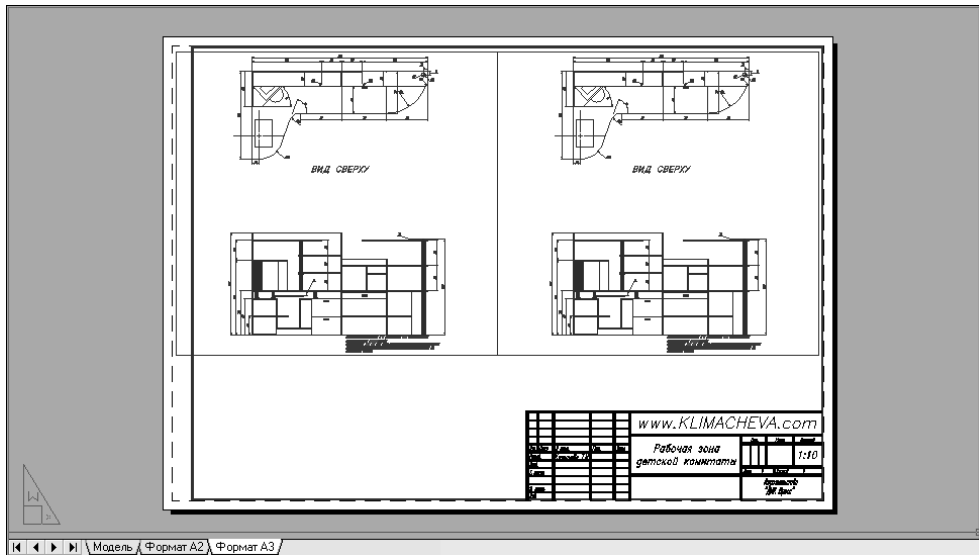

Рис. 13.25 ▼ Рамка и основная надпись листа компоновки **Формат А3**
4. Перейдите на лист **Формат A2** и удостоверьтесь в том, что включен режим **ЛИСТ** (PAPER). Если это не так, переключитесь в режим **ЛИСТ** (PAPER), щелкнув на кнопке-индикаторе **МОДЕЛЬ** (MODEL) панели инструментов или введя в командном окне **M (PS)**.
10. На этом создание основной надписи завершено (рис. 13.25).